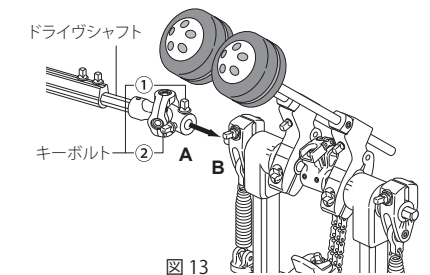

図 13
メインペダルの左側とサブペダルの右側にある接続部(突起部) (B) にドライブシャフトのジョイント部 (A) を接続します。その際、サブペダルは突起部の平らな面が上にくるようにフットボードの角度を設定します。最後に付属のドラムキーでキーボルトを①、②の順でしっかりと締めてください(図13、14)。